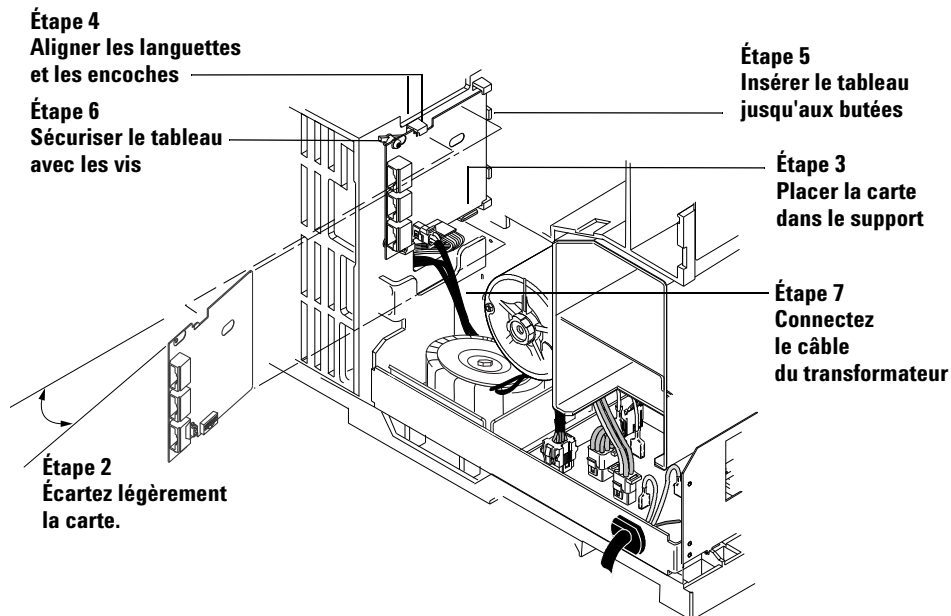
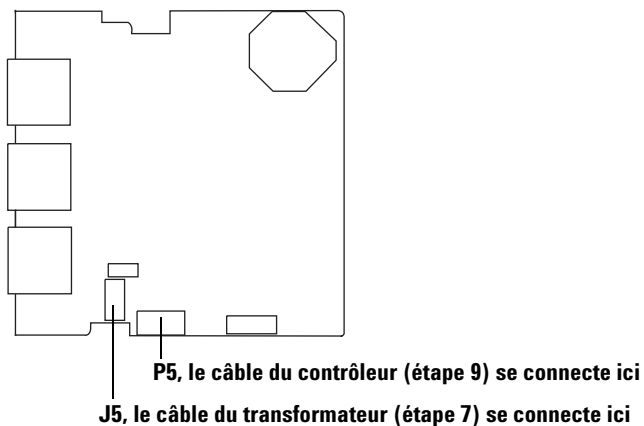
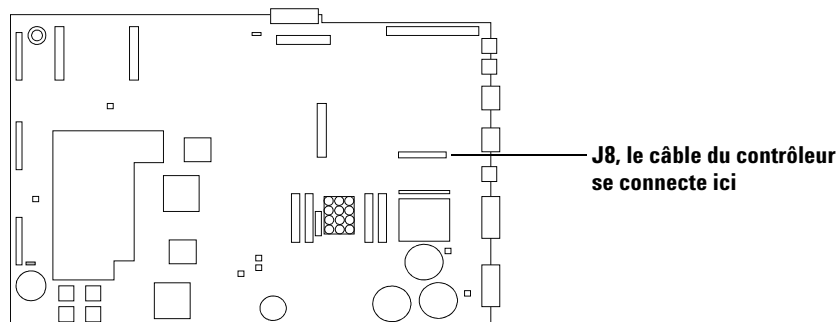

Figure 33 Installer le tableau d'interface de l'ALS
Figure 34 Connecteurs d'interface d'ALS
Figure 36 Carte principale du CPG
- 2 Maintenez la carte bien droite en l'écartant légèrement sur le côté (voir Figure 33).
- 6 Fixez la carte dans le châssis en utilisant deux vis. La carte ne doit pas forcer ou se courber contre la patte de blocage (voir Figure 33).
- 7 Localisez le câble à 2 fils venant du transformateur et connectez-le au tableau d'interface de l'ALS à J5. (Figure 33 et Figure 34).
- 9 Branchez le câble de la carte à circuit imprimé du contrôleur (G2612-60510) au port J8 de la carte principale et au port P5 de la carte d'interface ALS. Glissez le câble dans la découpe figurant dans la carte principale (voir Figure 34 et Figure 36).